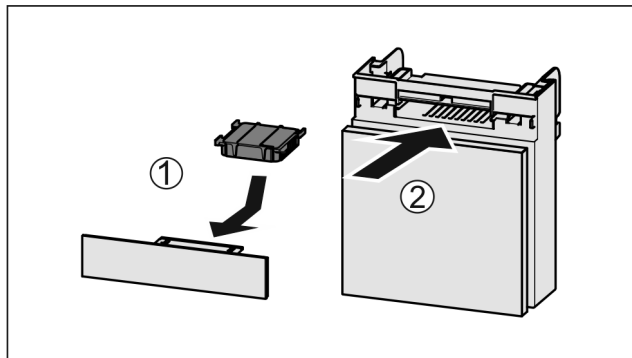

Fig. 126
- Insérer le filtre à charbon actif d'après le schéma Fig. 126 (1).
- Insérer le compartiment Fig. 126 (2).